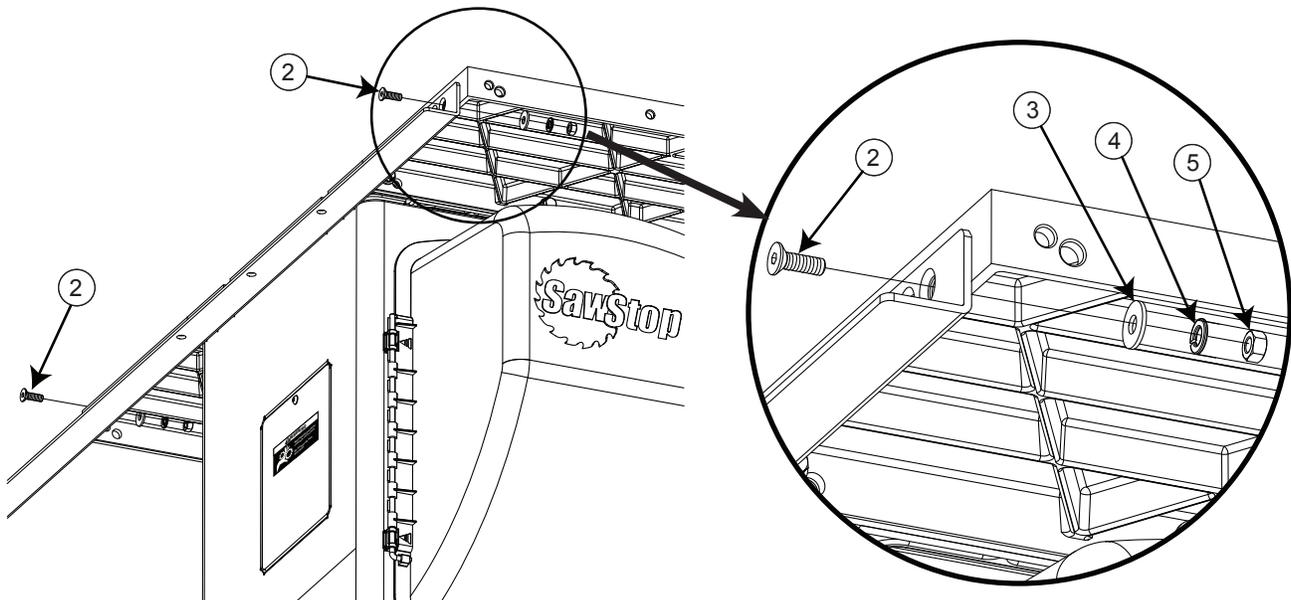

Fig. 7
7. Prenez deux boulons de douille à tête fraisée M8x1,25x25 et insérez-en un dans le trou ouvert au bout de chaque rallonge. Placez une rondelle M8x23x2 et une rondelle de loquet M8 à l'arrière de chaque boulon, puis vissez un écrou hexagonal M8x1,25 sur chaque boulon (voir fig. 7). Serrez les écrous à la main ; ne les serrez pas complètement.